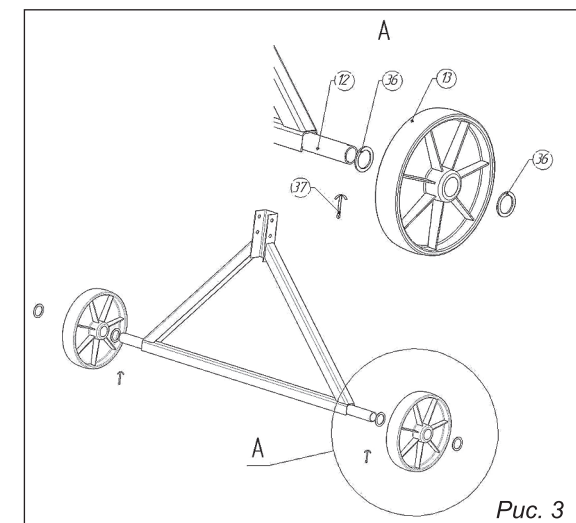

Рис. 3
6.1. Сборка колесной опоры (рис. 3)
- Произведите натяжение ремня 19 путем перемещения электродвигателя 21 по пазам платы моторного блока 16. Удерживая электродвигатель 21, затяните болты крепления 44 (см. рис. 3) к плате моторного блока 16.